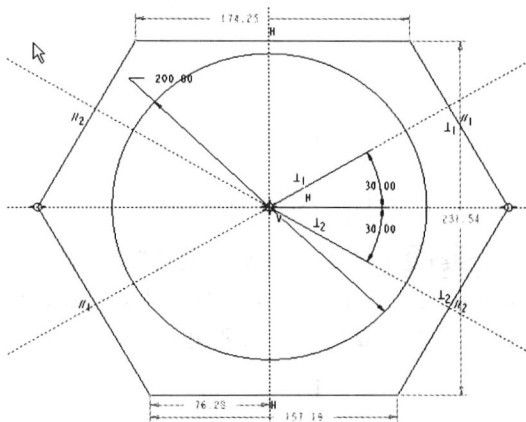

图 1-14 添加平行约束
Step6 单击“草绘器工具”工具栏“约束”面板中的“平行”按钮 $\parallel$ ，选择直线 2 和 5，使两直线相互平行。采用同样的方法作用于直线 3 和直线 6 后，图形显示如图 1-14 所示。